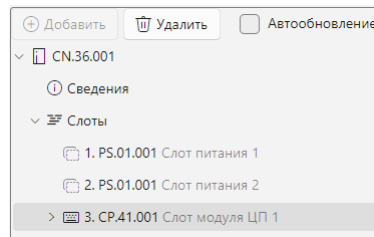

Рисунок 9.3.7 – Удаление модулей.
- При удалении удаляется только модуль, назначенный в слот, сам слот остается и становится пустым. Также для удаления можно воспользоваться кнопкой **Удалить** из окна работы с модулями (см. рисунок 9.3.7).